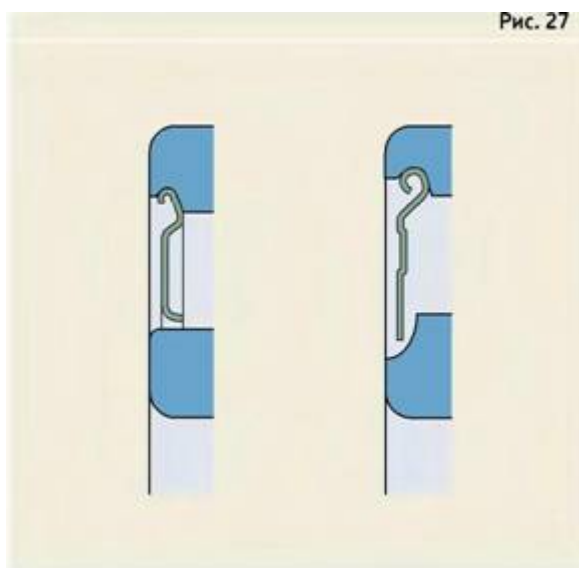

Рис. 28
- с уплотнениями малого трения (-> рис. 28)